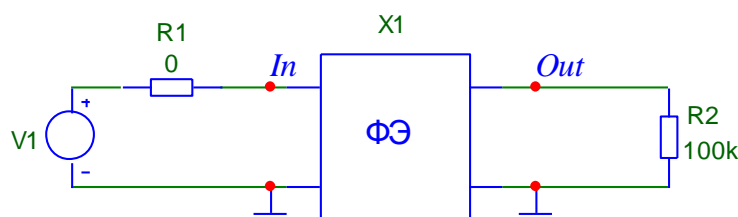
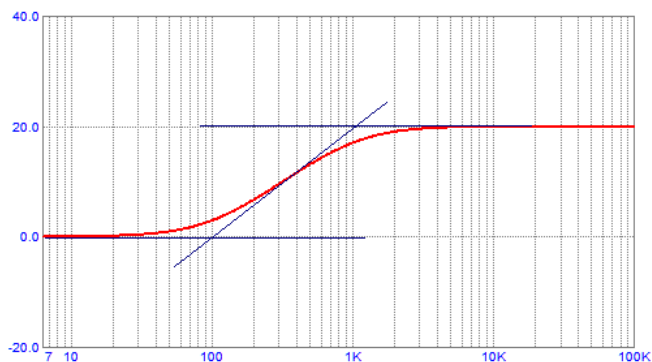

Рисунок 1.1 – Схема для расчета входного сопротивления
Рисунок 3.2 – ЛАЧХ интегро-дифференцирующего звена с дифференцирующими свойствами
1. Загрузить в программу схемотехнического моделирования *Micro-Cap* файл *01.cir* (рис. 1.1). Установить амплитуду входного синусоидального источника 10 мВ, частоту 1 кГц.
- 1.3. Определить частоты сопряжения и рассчитать постоянные времени $TT1$ и $TT2$ интегро-дифференцирующего звена (рис. 1.1), необходимые для получения характеристики рис. 3.2 (интегро-дифференцирующего звена с дифференцирующими свойствами). Обратить внимание, что по оси X — круговая частота ω .
- 1.4. Полученные в п.1.3 значения постоянных времени задать в качестве параметров звена схемы рис. Ошибка! Текст указанного стиля в документе отсутствует..1. Запустить анализ АС и получить АЧХ и ФЧХ интегро-дифференцирующего звена. Обратить внимание на формат задания переменных и масштабов по оси X для получения зависимости $K(\omega)$. Убедиться в совпадении полученной характеристики с заданной (т.е. с характеристикой рис. 3.2). Указать в поле схемы и графика номер группы и вариант. Схему и графики занести в отчет.